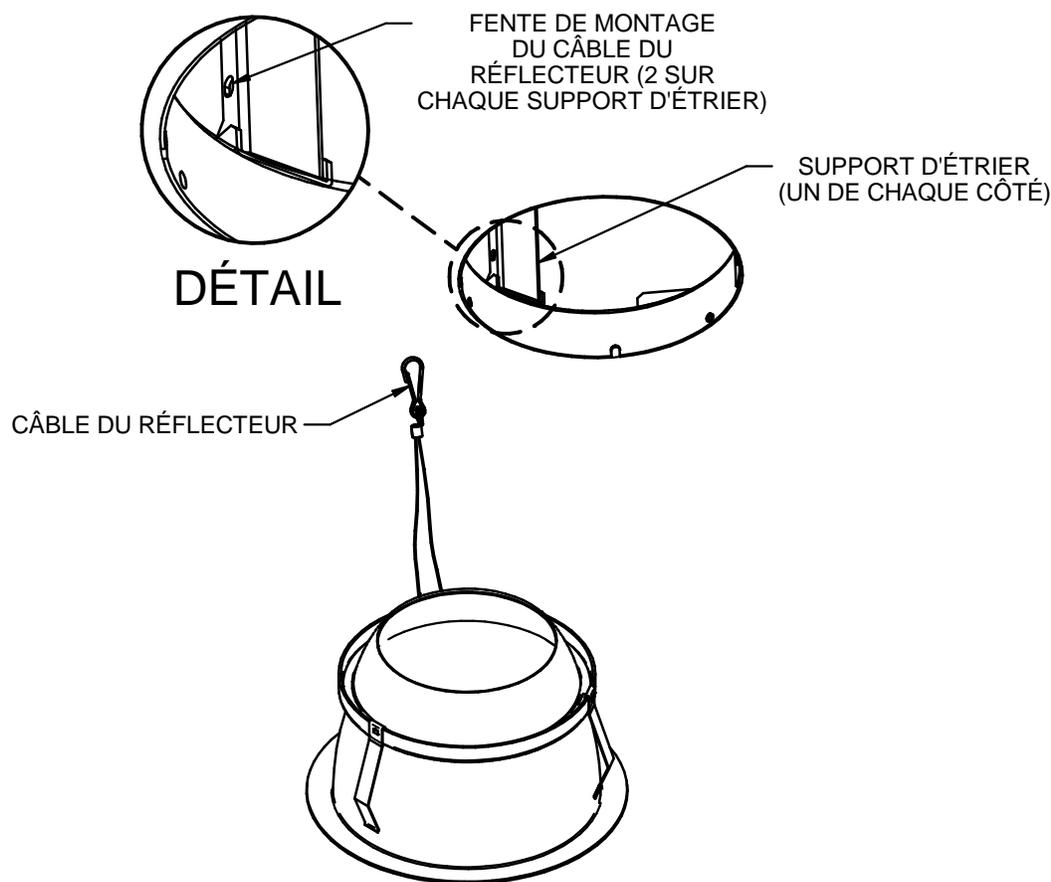

FIG. 4
- Important – veillez à ne pas toucher la surface de la lentille avec les doigts ni l'essuyer avec un chiffon!** Pour monter le réflecteur, attachez d'abord le câble de retenue du réflecteur à l'une des fentes de montage dans les supports d'étrier visibles par le dessous à travers l'ouverture découpée dans le plafond (voir **FIG. 4**). Poussez ensuite le réflecteur dans le luminaire jusqu'à ce que les ressorts coudés le tirent dans le luminaire jusqu'au ras du plafond.